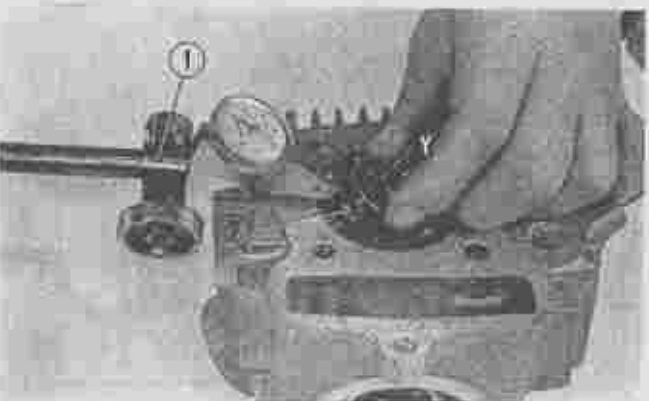

Fig. 39 Meten van klepspeling
① Kleppentang
- 1) De klepsteelspeling in de klepgeleider wordt gecontroleerd, door de klep juist van de zitting te lichten en heen en weer te bewegen. Met een meetklokje kan de zijdelingse uitslag gemeten worden. (Fig. 39)